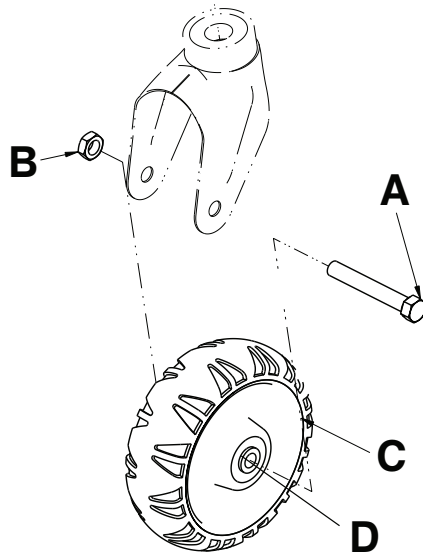

Figura 4 – Rueda de la camilla sin cubiertas
2. Con una llave de 5/8 in con un trinquete de 3/8 in y una llave de combinación de 11/16 in, retire el tornillo de cabeza hexagonal (A) y la tuerca (B) que fija la rueda (C) al cuerno de la rueda pequeña (Figura 4). Situado en el lado derecho del paciente en el extremo de los pies de la camilla usada con el conjunto de guía para las ruedas instalado. Guarde el tornillo. Deseche la tuerca.
3. Retire y deseche los dos bujes (D) de la rueda (Figura 4).